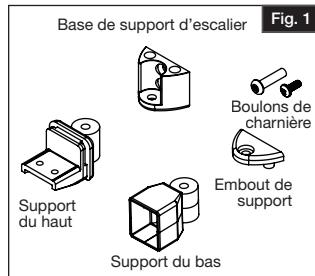

Fig. 1
- Retirer le gabarit du kit de rampe. Examiner les composantes de support d'angle (Fig. 1).